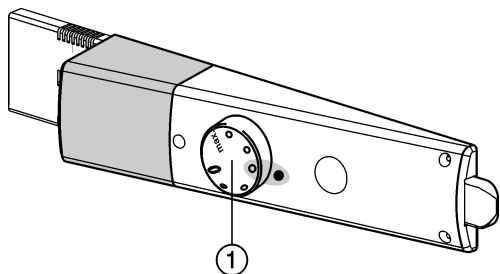

Fig. 2
- ▶ Поверните регулятор температуры Fig. 2 (1) вправо с положения 0 в положение 3.
- ▶ Повернуть регулятор температуры Fig. 2 [1].